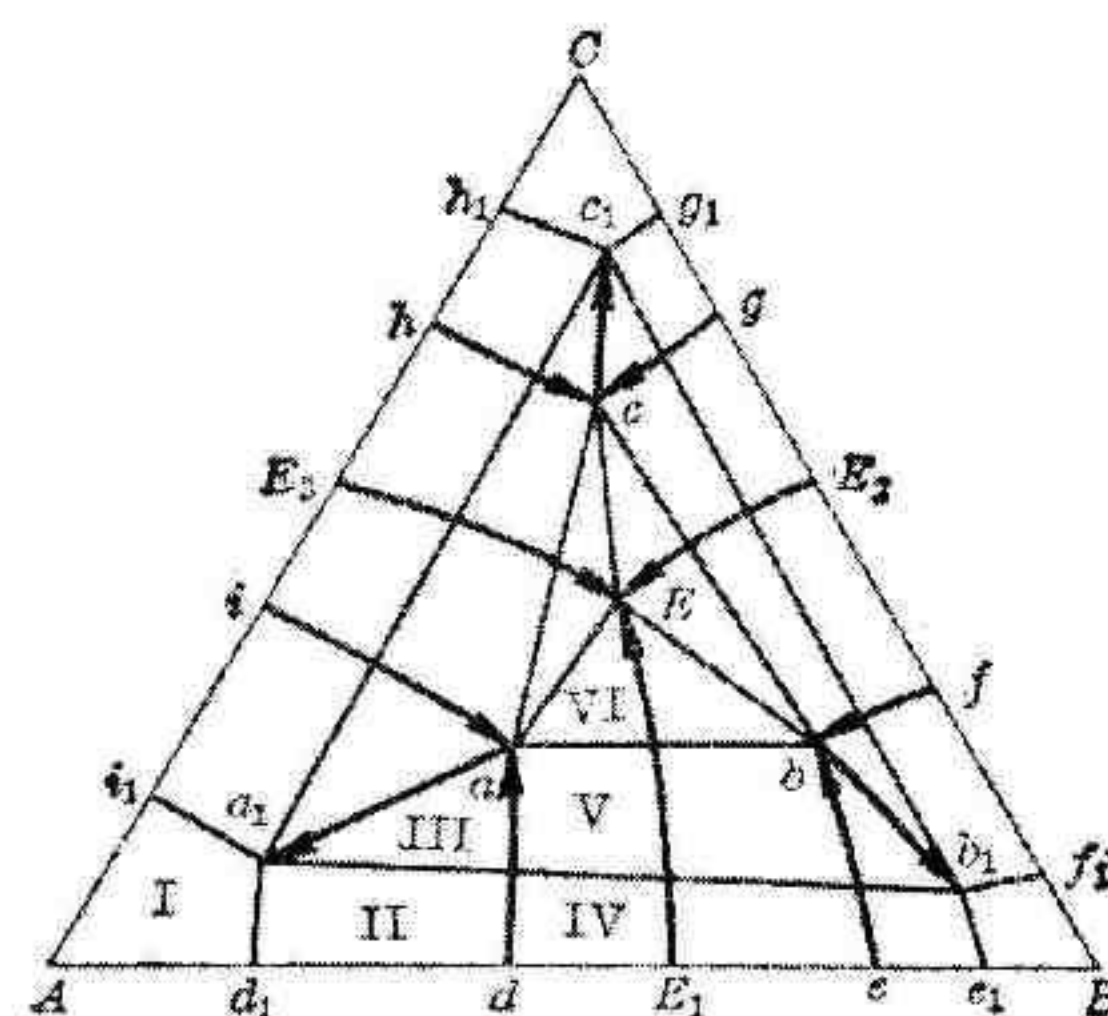

图 2
12. 设 A、B、C 三元共晶相图中 α 、 β 、 γ 三种固溶体分别是以组元 A、B、C 为溶剂的, 图 2 是该三元共晶相图的综合投影图, 请问综合投影图中区域 I、II、III、IV、V、VI 在室温下分别是什么组织? (6 分)